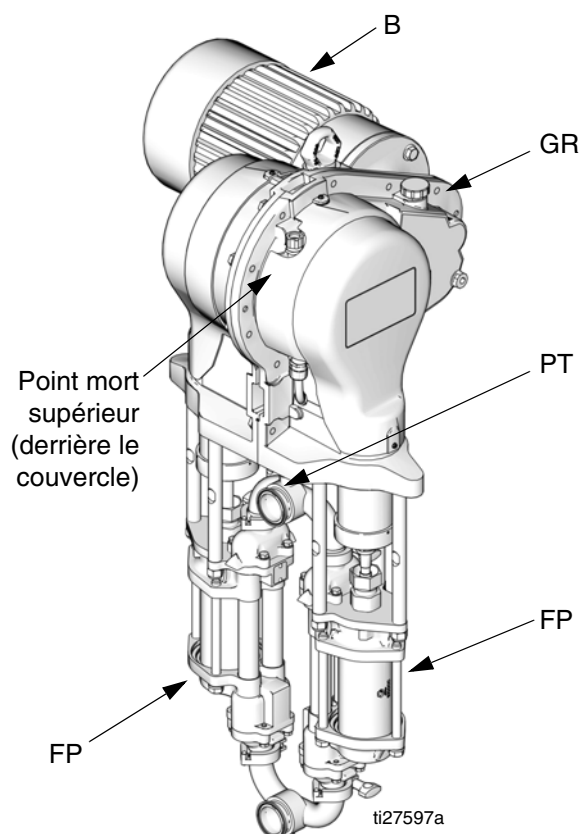

FIG. 1. E-Flo Pompe de circulation électrique
Un moteur électrique (B) alimente un démultiplicateur (GR) au rapport 75:1 ; ce dernier entraîne deux pompes à produit (FP). Consultez la FIG. 1. Les positions de course des deux pompes sont décalées pour fournir un débit constant en provenance de l'ensemble de pompe. Consultez la FIG. 2.